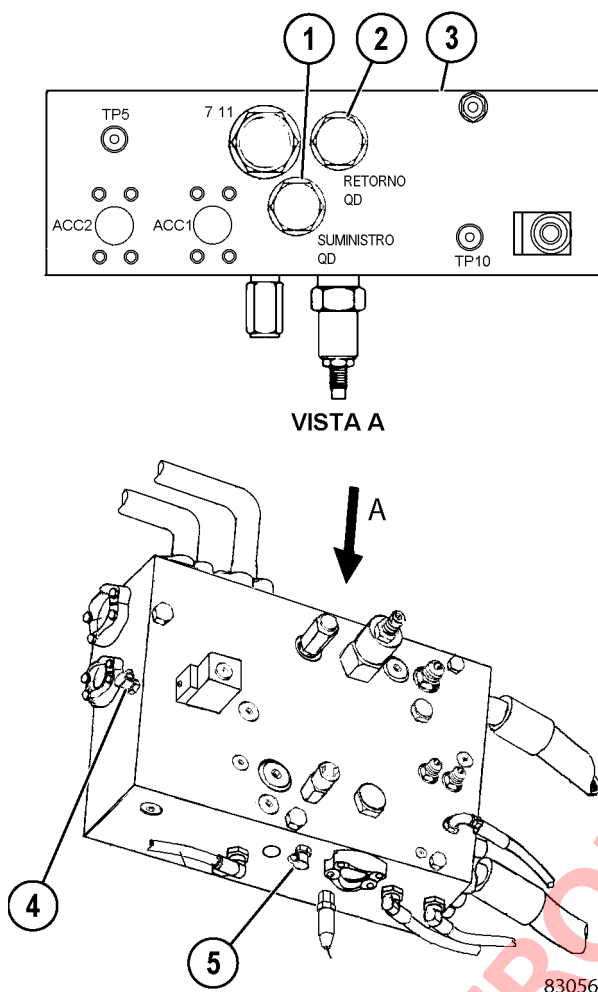

FIGURA 10-1. MÚLTIPLE DE PURGA
- Puerto de prueba de presión «TP3» (4, Figura 10-1) en el múltiple de purga - 35 000 kPa (5000 psi).
8. Asegúrese de que el medidor de presión conectado en «TP3» indique 0 kPa (0 psi) antes de retirar los tapones (1 y 2, Figura 10-1). Retire los tapones (1 y 2) del múltiple de purga. Conecte el conjunto de la manguera puente (XB5777) entre el puerto de «suministro QD» y el puerto de «retorno QD» en el múltiple de purga. Apriete todas las conexiones firmemente antes de aplicar presión.
26. Verifique el medidor de presión conectado al puerto «TP3» en el múltiple de purga. Si todavía queda presión en el sistema, el proceso de purga no finalizará. Localice y repare el problema. Si la presión es de 0 kPa (0 psi), retire la manguera puente y los acoples instalados en el múltiple de purga. Instale los dos tapones que se retiraron (1 y 2, Figura 10-1) en el múltiple de purga.